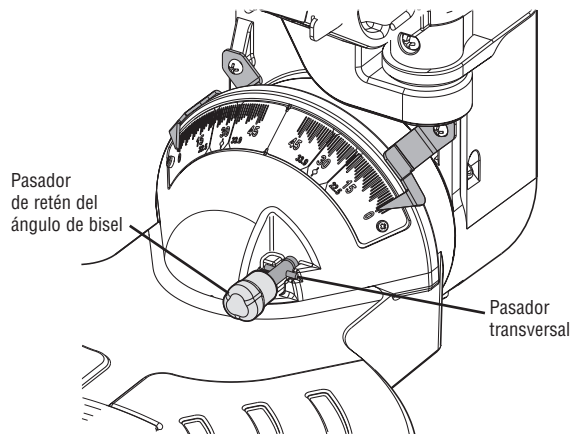

Figura 52. Pasador transversal desacoplado para el intervalo completo de cortes en bisel
- La sierra tiene un pasador de retén del ángulo de bisel que sólo se puede acoplar a 33.9° a la izquierda o a la derecha. Éste es el ángulo de bisel requerido cuando se corta moldura de corona con un “ángulo de resorte” de 38° plana sobre la mesa. NOTA: Si el pasador de retén de bisel se acopla automáticamente a 33.9° e impide la inclinación de la sierra a otro ángulo, simplemente jálelo hasta la parte delantera y rote su pasador transversal 1/4 de vuelta para que descanse en la posición desacoplada. Si el pasador se está atorando en el interior, incline y oscile el cabezal de la sierra de un lado a otro mientras lo jala (vea la figura 52).